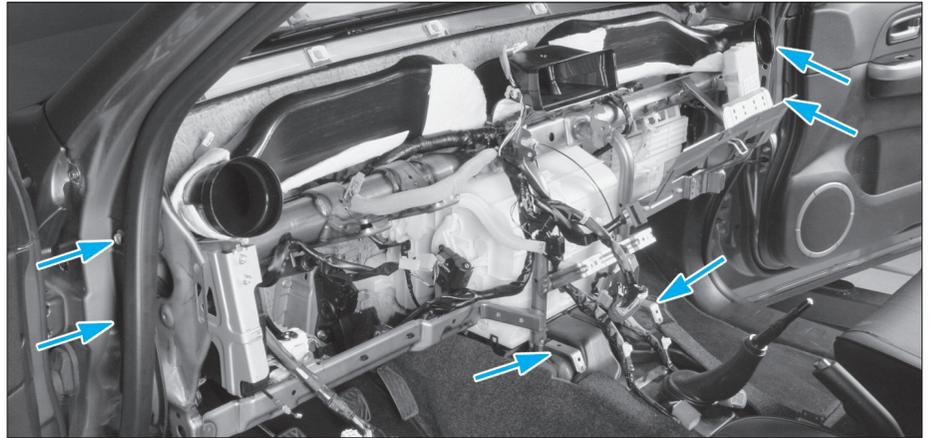

FIG. 12
- Déposer la traverse de la planche de bord (flèche) (**Fig.12**).